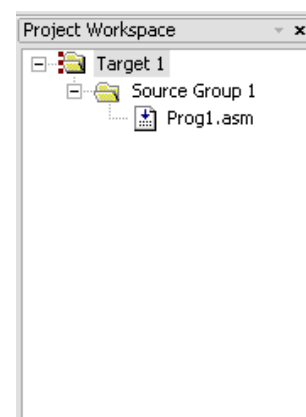

Рисунок 6
- г) Воспользоваться пунктом **Add Files to Group...** и выбрать файл программы (*.ASM) в открывшемся диалоговом окне. Имя файла программы должно появиться в окне проекта (см. рисунок 6).